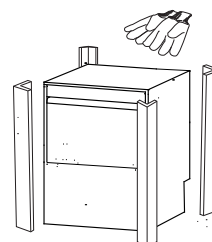

Abb. 1
- 4- Benutzen Sie bei der Entfernung der Geräteverpackung immer Schutzhandschuhe. (Abb. 1)